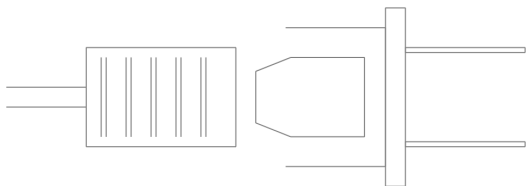

图 3-7 打开素材模型
(1) 单击常用工具栏中的【打开】按钮，打开一幅素材模型，如图 3-7 所示。